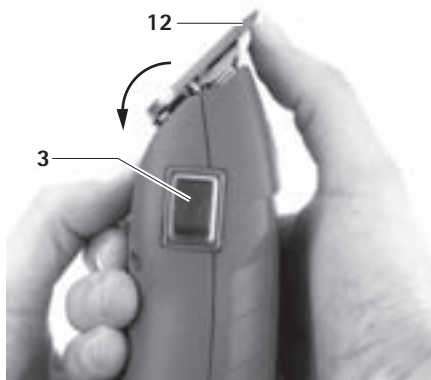

Abb. 5
- Scherkopf 12 nach vorne aufklappen, siehe Abb. 5.